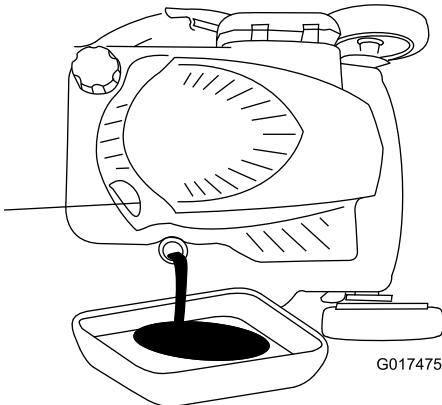

Figure 29
- Inclinez la machine sur le côté (filtre à air en haut) pour vidanger l'huile usagée par le tube de remplissage (Figure 29).